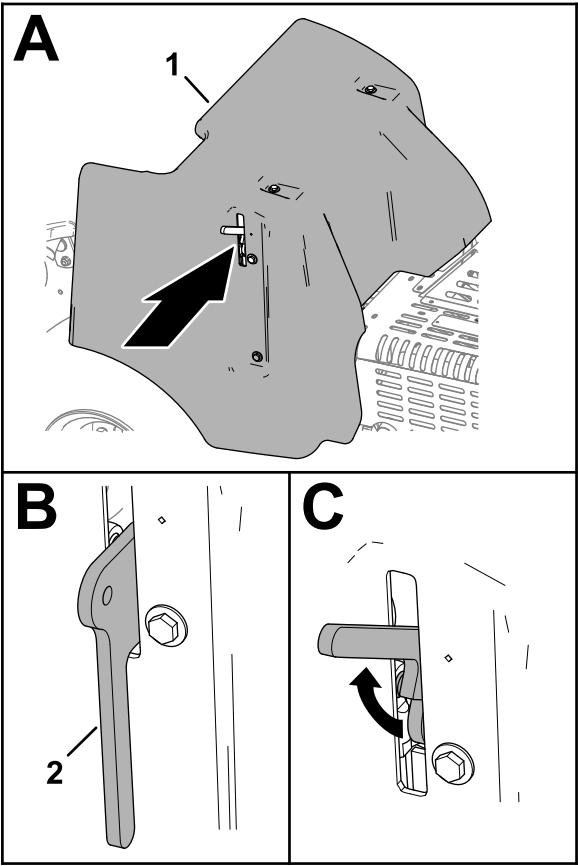

Figura 142
- Sollevate la maniglia del fermo (Figura 142).